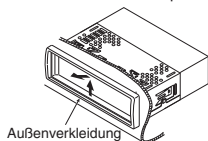

Abbildung 7
4. Bringen Sie die äußere Zierleiste so an, dass alle Haken eingerastet sind. (Abbildung 7, 8 auf Seite 91)
2. Drücken Sie die Außenverkleidung nach oben und nehmen Sie sie ab. (Abbildung 7)